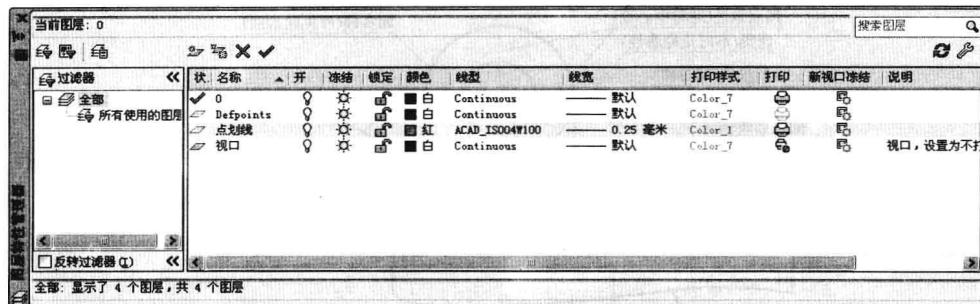

图 6-2-7
(9) “点划线”图层的特性设置完成，如图 6-2-7 所示。